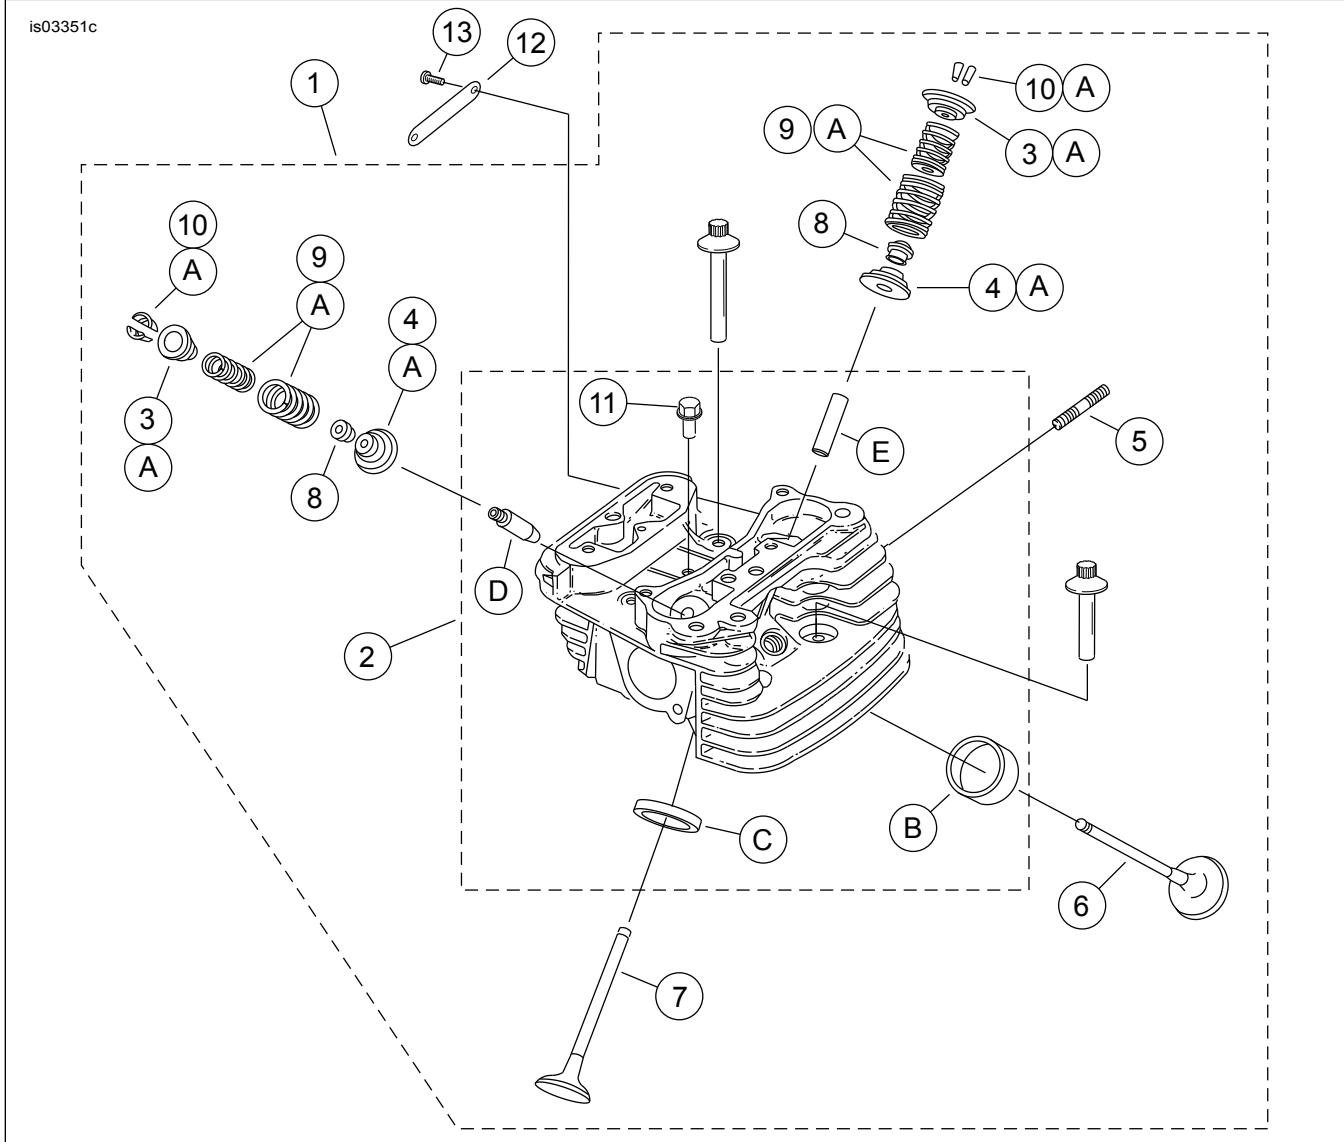

Figura 9. Parts tas-Service: Magna bič-Čestun għall-Użu fit-Tlielaq SE120R Screamin' Eagle Pro
Ara Figura 9. Is-cylinder heads ta' sostituzzjoni (1) għandhom medaljuni b"BOKKA CNC". Jekk tixtieq, erġa' užahom jew ixtri medaljuni ġodda "120R" (12).